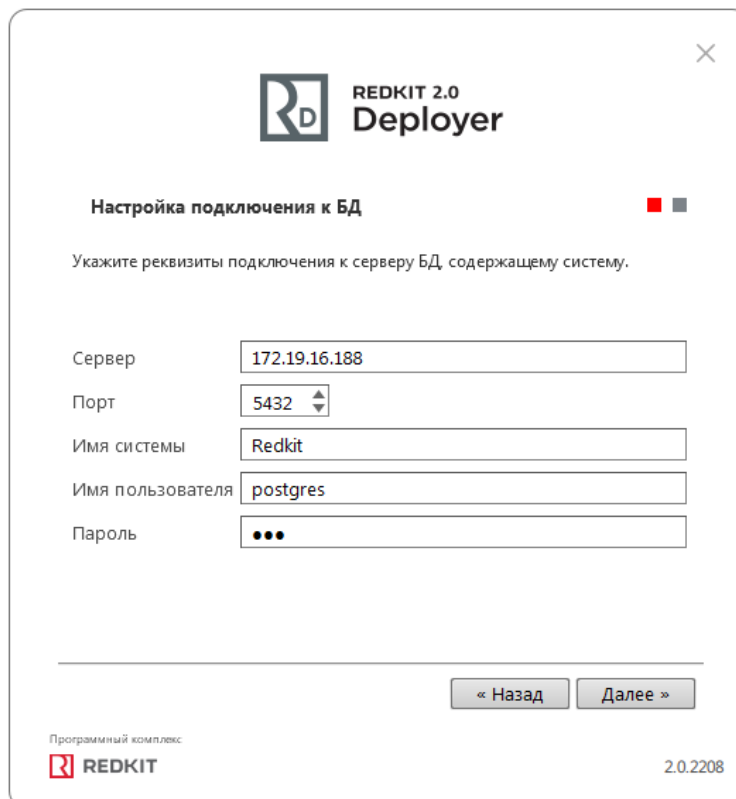

Рисунок 401 - Укажите реквизиты
3. Укажите реквизиты основного сервера, порт оставьте по умолчанию. Введите имя пользователя и пароль из п.8 раздела Установка Postgres. Нажмите **Далее** (Рисунок 401).